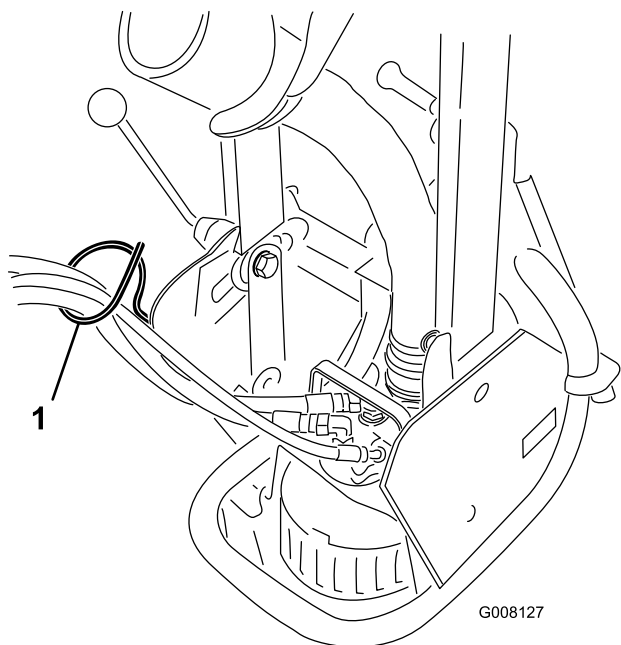

Figura 4
6. Inserite i flessibili idraulici nell'impianto idraulico remoto della macchina Sand Pro. Posizionate i tubi flessibili nell'apposita guida (Figura 4). Evitate che i flessibili idraulici siano attorcigliati o piegati.